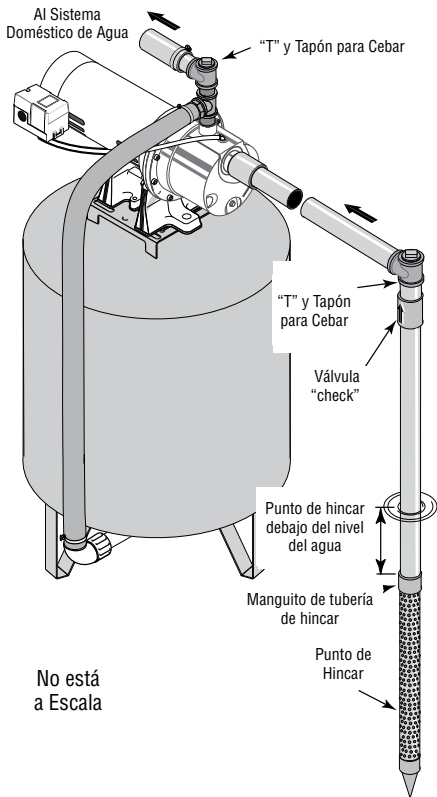

Figura 1 - Instalación del punto de hincar de hincar
Instalacion del punto del pozo (punto de hincar) (Figura 1)
3. Utilice el menor número de conexiones posible (especialmente codos) al conectar la tubería desde el punto del pozo al orificio de succión de la bomba. La tubería de succión debe ser por lo menos del mismo tamaño que el orificio de succión en la bomba (incluya una válvula "check" si su equipo no está equipado con una) - Vea la Figura 1. Soporte la tubería para que no haya inclinaciones verticales o hundimientos en ella a fin de que no se ejerza tensión sobre el cuerpo de la bomba y con el propósito de que no se incline ligeramente hacia arriba desde el pozo hacia la bomba (los puntos altos pueden ocasionar que se formen bolsas de aire que pueden bloquear la bomba). Selle las juntas de la tubería de succión con cinta sellante de PTFE para roscas de tubería o con un compuesto a base de PTFE especial para las juntas de las tuberías. Las juntas deben de ser a prueba de agua y estar herméticamente cerradas. Si la tubería de succión pudiera succionar aire, la bomba no podría sacar agua del pozo. Si un punto de pozo no proporciona suficiente agua, considere la posibilidad de conectar dos o tres puntos de pozo a una tubería de succión.